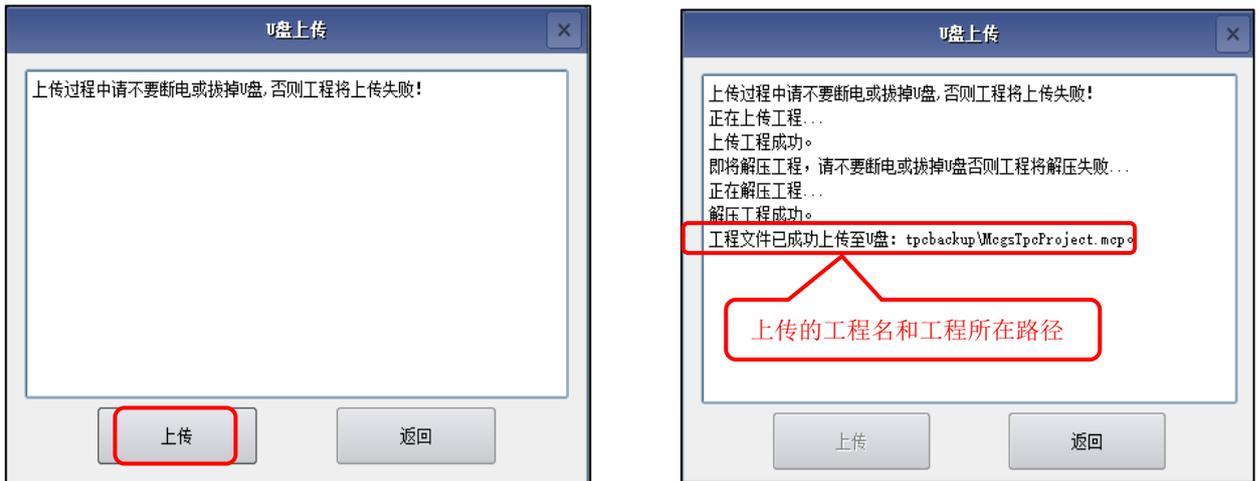

图 2.5-7 完成上传工程到 U 盘
- ③ 如图 2.5-7 所示在 TPC 中工程支持上传的前提下，点击【上传】，工程将被上传到“U 盘 /tpcbakcup/McgsTpcProject.mcp”